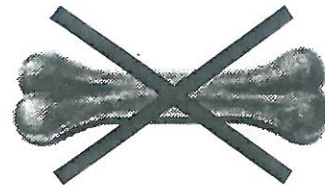

Abb. 23
- Diese Maschine ist zum Schneiden von nicht gefrorenen, knochenfreien Fleisch- und Wurstwaren entworfen worden (Abb.23). Jeder andere Gebrauch, einschließlich Gemüseschnitt, (siehe Norm EN1974) gilt als unzumutbar und ist gefährlich.